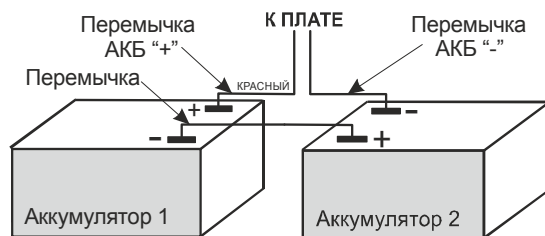

Рисунок 4 - Последовательное подключение двух аккумуляторов
- Последовательно соединить 2 АКБ, используя перемычки, входящие в комплект поставки (см. рис. 4) и установить их в корпус.